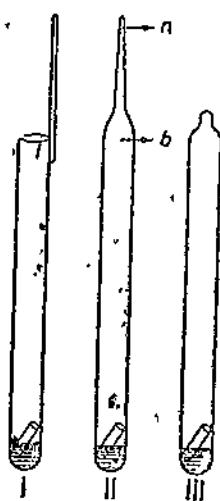
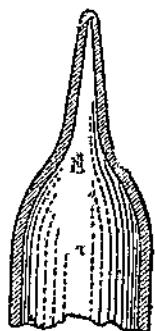

Рис. 75. Запаивание трубок.
Рис. 76. Верхняя часть запаянной трубки.
2. Держа трубку под углом в  $45^\circ$ , нагревают, все время вращая, ее открытый конец сначала на малом светящемся пламени паяльной горелки, а затем сильным несветящимся пламенем, до размягчения стекла. К размягченному стеклу приплавляют нагретую стеклянную палочку (рис. 75 I), начинают греть несколько ниже и размягченное стекло сразу вытягивают в узкую трубочку II. Отрезав капилляр около *a*, нагревают вблизи *b*, снова вытягивают, нагревают несколько ниже *b*, опять вытягивают и т. д. В результате получается ровный переход трубки в острый конец. Производя короткое вращательное движение то в одну, то в другую сторону, нагревают узкий конец небольшим пламенем. Мягкое стекло спадает при этом в толстостенный капилляр, который потом запаивают (рис. 76).